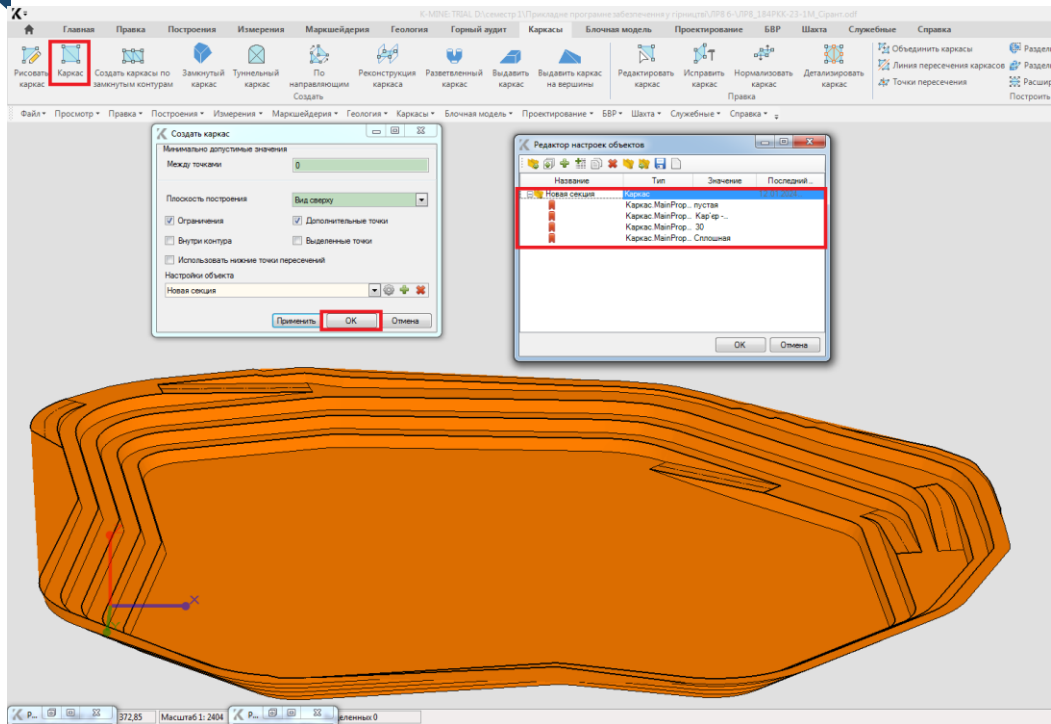

Рисунок 4.2 -Приклад виконання завдання 4
4. Створіть каркас по проектному положенню гірничих робіт з налаштуваннями: шаблон – суцільна, тип ліній – порожня, шар – Кар'єр – поверхня (рис.4.2). Оцініть результат.